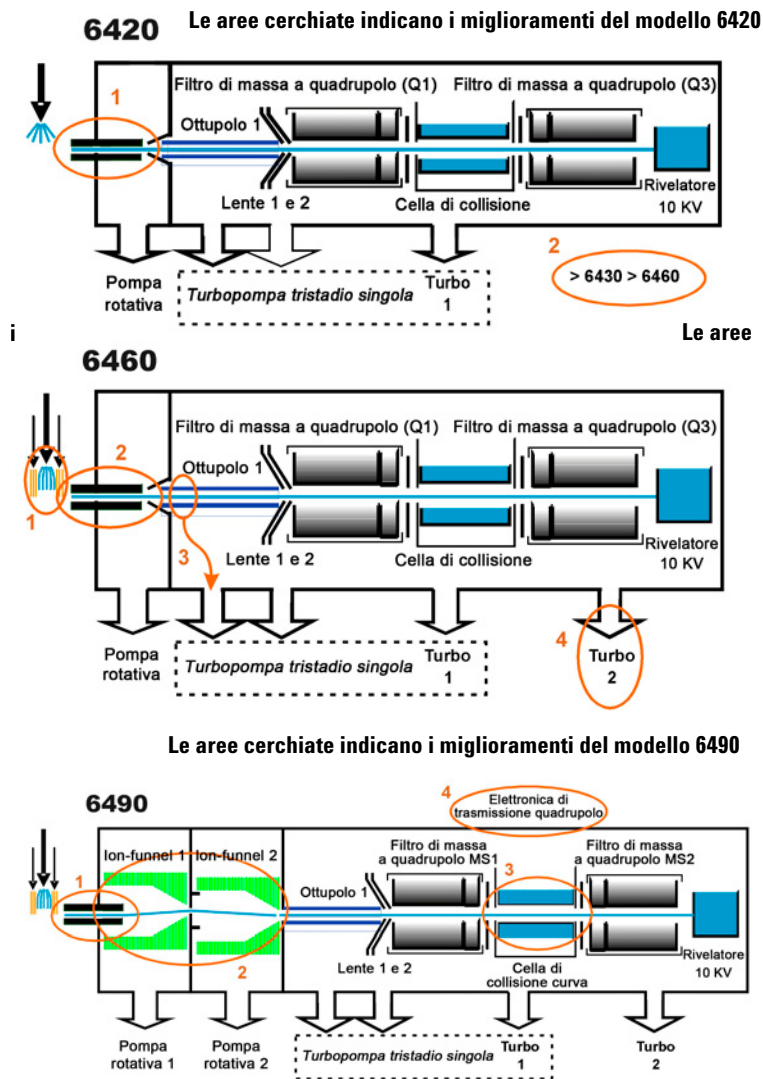
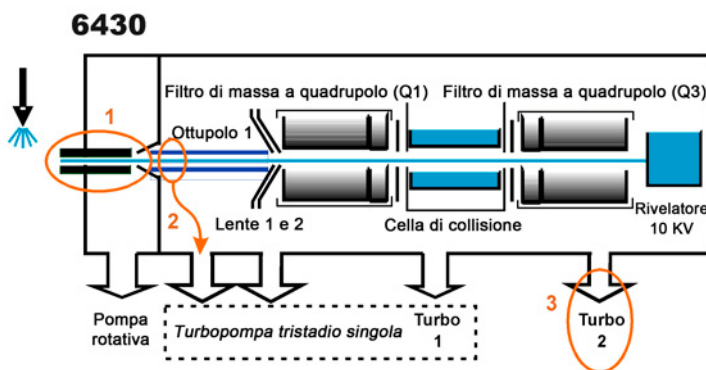

Figura 7 Miglioramenti innovativi dei modelli 6460 e 6490
Figura 11 Miglioramenti del modello 6430
Uno spettrometro di massa a triplo quadrupolo è costituito da una sorgente ionica, una tecnologia di desolvatazione avanzata, seguito da un'ottica ionica che trasferisce gli ioni al primo quadrupolo posizionato a destra di esso. Un diagramma di alcuni degli attuali prodotti LC/MS a triplo quadrupolo è illustrato in Figura 7 a pagina 23. Il sistema Agilent 6430 è illustrato in Figura 11 a pagina 28.
Gli ioni sono generati attraverso una sorgente ionica elettrospray in cui l'analita viene contemporaneamente ionizzato e desolvato a partire dalla matrice liquida. Il primo dei cinque (5) miglioramenti innovativi di Agilent è riscontrabile nell'applicazione della tecnologia Agilent Jet Stream (identificata come 1 in Figura 7), che migliora la sensibilità grazie alla focalizzazione del gradiente termico e a un'estesa desolvatazione.
Gli ioni desolvati entrano quindi nello spettrometro di massa attraverso un innovativo tubo di trasferimento del capillare resistivo e fortemente inerte (identificato come 2 in Figura 7), che migliora la trasmissione degli ioni e permette uno scambio di polarità quasi istantaneo.
Oltre a una migliore sensibilità, è stato migliorato il pompaggio nella fase di vuoto 2, consentendo una maggiore velocità di pompaggio dietro lo skimmer e una migliore cattura degli ioni a carico del primo ottupolo (identificato come 3 in Figura 7). Gli ioni attraversano quindi l'ottica e l'analizzatore del primo quadrupolo. L'analizzatore a quadrupolo è costituito da quattro barre parallele iperboliche attraverso cui vengono filtrati gli ioni selezionati in funzione del loro rapporto massa/carica.
Gli ioni che attraversano l'analizzatore del primo quadrupolo vengono quindi convogliati verso una cella di collisione migliorata, dove vengono frammentati. Di norma, la cella di collisione è identificata con il secondo quadrupolo ma, in questo caso, dal punto di vista geometrico è, in effetti, un esapolo contenente azoto, lo stesso gas usato come gas essiccante. L'innovazione di Agilent ha portato alla progettazione di una cella di collisione dotata di accelerazione assiale per analisi MS/MS ad alta velocità (identificata come 4 in Figura 7). I frammenti ionici che si formano all'interno della cella di collisione sono quindi inviati al terzo quadrupolo per una seconda fase di filtraggio, in modo da consentire all'utente di isolare ed esaminare gli ioni prodotti in relazione agli ioni precursore.
Gli ioni che attraversano il terzo quadrupolo sono infine rilevati mediante un rivelatore ad alta energia. L'aggiunta di una seconda turbopompa (identificata come 5 in Figura 7) ha aumentato la velocità di pompaggio e migliorato il vuoto, con conseguente miglioramento del rapporto segnale/rumore e aumento del limite di rilevazione del triplo quadrupolo.
- Stesso tubo di trasferimento del capillare resistivo (identificato come 1 in Figura 11)
- Miglioramento del pompaggio nella fase di vuoto (identificato come 2 in Figura 11)
- Aggiunta di una seconda turbopompa (identificata come 3 in Figura 11)
- Stesso tubo di trasferimento del capillare resistivo (identificato come 1 nel 6420 in Figura 7 a pagina 23)
- Il modello 6420 triplo quadrupolo può essere aggiornato al modello 6430 o al 6460 triplo quadrupolo (identificato come 2 nel 6420 in Figura 7 a pagina 23).